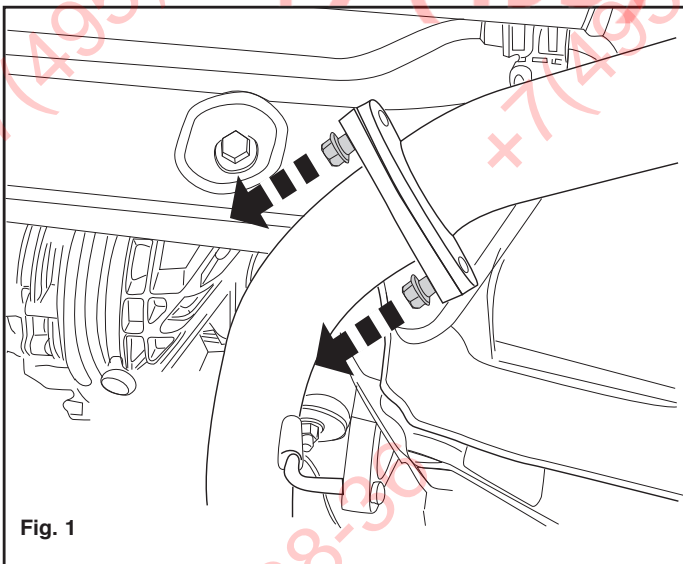
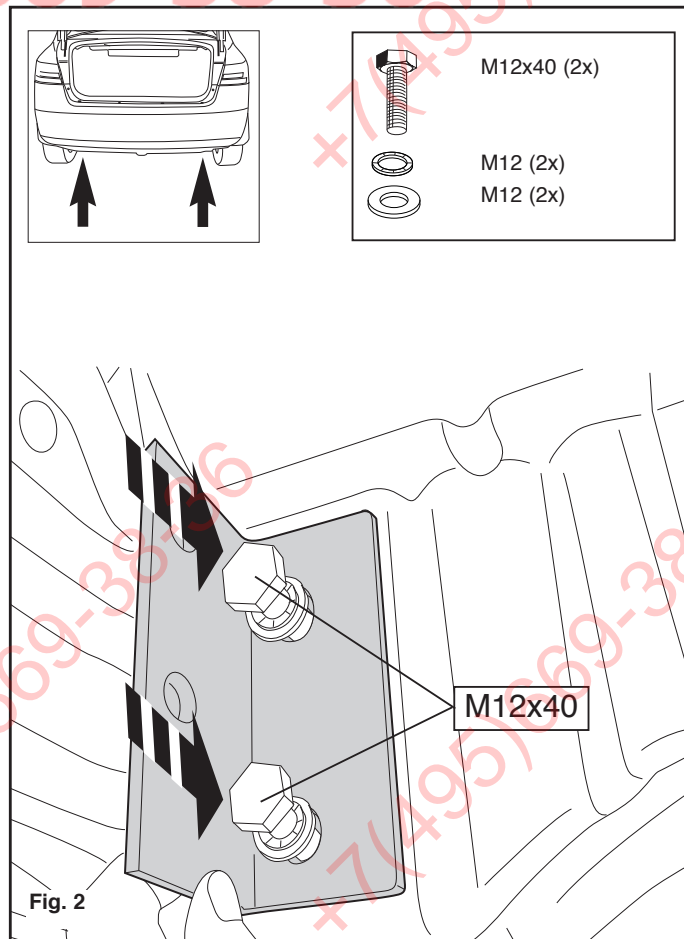

Fig. 1
Fig. 2
1. Den hintersten Auspuff-Schalldämpfer abmontieren. Siehe Abbildung 1.
2. Die Sicherheitsöse (L) abmontieren. Diese wird nicht mehr benötigt.
3. Die Halterungen A anlegen und bei den Punkten B befestigen. Alles halbfest montieren. Siehe Abbildung 2.
1. Demontieren Sie den hintersten Auspuff-Schalldämpfer. Voir la figure 1.
2. Démontez l'anneau de remorquage (G). Il ne sera plus utilisé.
1. Demonter den bageste lydpotte. Se fig. 1.
2. Demonter sejlringen (V). Denne bliver overflødig.
3. Anbring støtterne A og monter disse ved punkterne B monter det hele manuelt. Se fig. 2.
1. Снять последний глушитель выхлопа. См. рисунок 1.
3. Поставить кронштейны А и прикрепить их в точках В, закрепив не до конца. См. рисунок 2.
1. Zdemontować ostatni tłumik rury wydechowej. Patrz rysunek 1.
2. Zdemontować pierścień holowniczy (L). Tego nie będzie się ponownie używać.
3. Umieścić wsporniki A i umocować je w punktach B, lekko przymocować całość. Patrz rysunek 2.